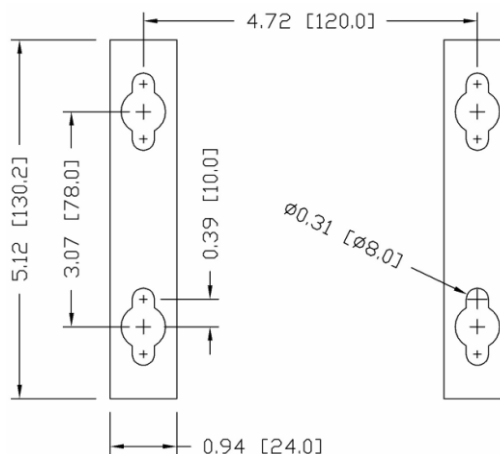

Figura A-14: Forometria per il montaggio
Contrassegnare la posizione dei fori di montaggio sulla superficie verticale in base alle dimensioni illustrate nella Figura A-14 in pollici e [mm] oppure portare il terminale alla parete e contrassegnare la posizione dei fori della staffa.
8. Far arretrare ciascun bullone in misura sufficiente per lasciare lo spazio perché la testa e la rondella piatta raggiungano il centro di uno dei fori nelle staffe di montaggio (vedere Figura A-12 e Figura A-14).
6. Far arretrare ciascun bullone in misura sufficiente da consentire a bulloni e rondelle di raggiungere il centro di una delle asole nelle staffe di montaggio (vedere Figura A-12 e Figura A-14).
Installare la vite e la rondella, lasciando uno spazio sufficiente all'asola della staffa, vedere Figura A-12 e Figura A-14.